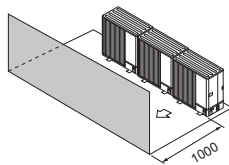

Fig. 2-14
- (3) Ostruzione o superficie chiusa solo davanti (Fig. 2-14)